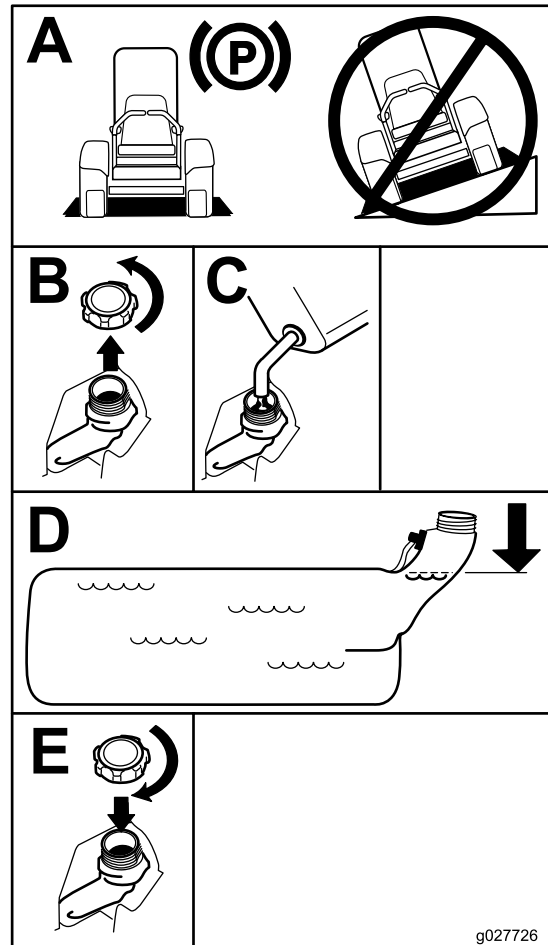

Figura 7
4. Llene el depósito de combustible hasta la parte inferior del cuello de llenado (Figura 7).